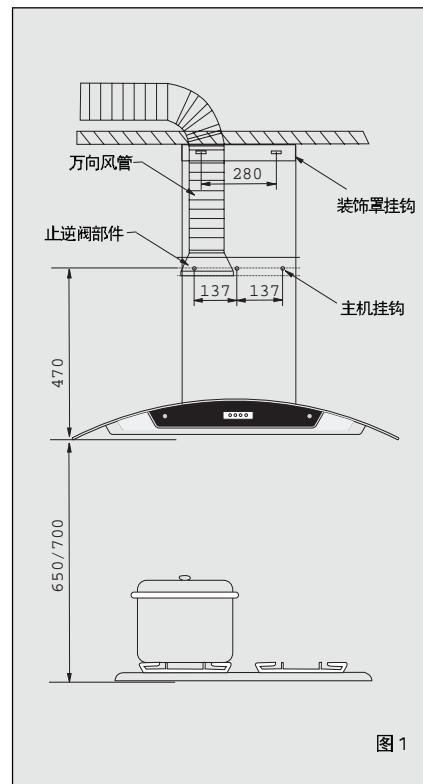

图1
1. 按图1尺寸在灶具上方坚实的地方确定冲击钻钻孔位置。冲击钻配上Φ8的冲击钻头，在钻孔位置上钻出3个直径为8mm，深为50mm的孔（间距为274mm），在3个打孔处安装膨胀螺栓，固定主机挂钩，旋入木螺钉拧紧。
2. 根据实际情况确定内装饰罩的高度，按图1尺寸在安装吸油烟机位置正上方坚实的地方确定冲击钻钻孔位置（间距为280mm）。在钻孔位置上钻出2个直径为8mm，深为50mm的孔，牢固埋设膨胀管，将装饰罩支架固孔对准膨胀管，旋入木螺钉拧紧。
将止逆阀部件与密封垫圈置于主机的出风口处，用8个M4x20的十字槽扁盘头螺钉紧固。将万向风管插入止逆阀座的槽内，并用2个ST3x8的螺钉紧固于止逆阀部件上（图1）。
2. 将装饰罩放置于主机出风口处，注意装饰罩下部与外罩顶部周边相吻合，根据实际情况确定内装饰罩的高度并固定装饰固定架后，将内装饰罩固定在固定架面（图1）。